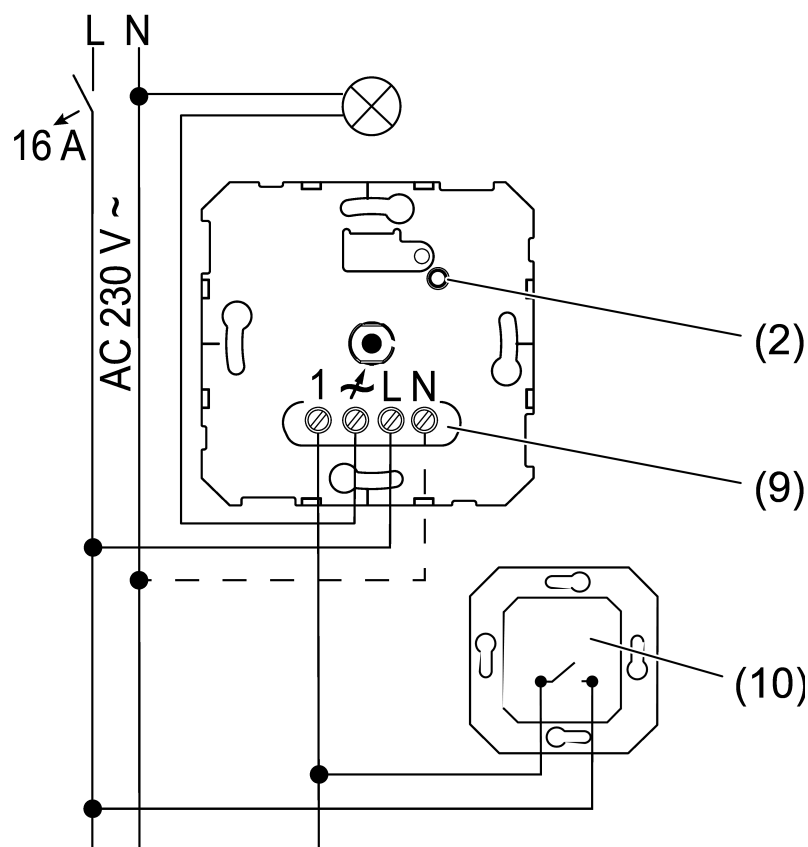

Bild 4: Anschlussplan mit optionalen Nebenstellen
- Anschlussklemmen (9) laut Anschlussplan (siehe Bild 4) anschließen.
- Optional Nebenstellen (10) anschließen.
- Designabdeckung (4) mit Mutter (5) befestigen und Einstellknopf (6) aufstecken.